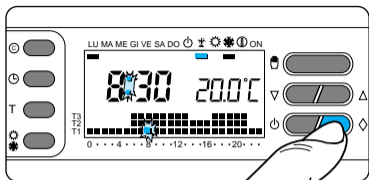

Fig. 46
9.2 - Pulse el botón ◊ (fig. 46).